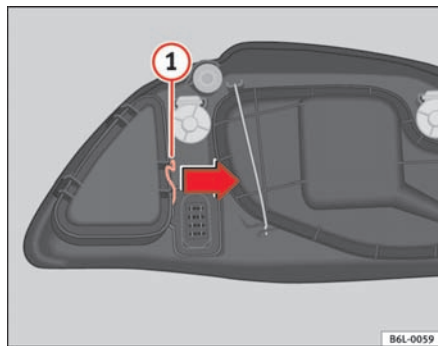

Fig. 149 Positionsllys
- Fjern bøjlerne ① ⇒ fig. 149 i pilens retning, og tag afdækningen af.